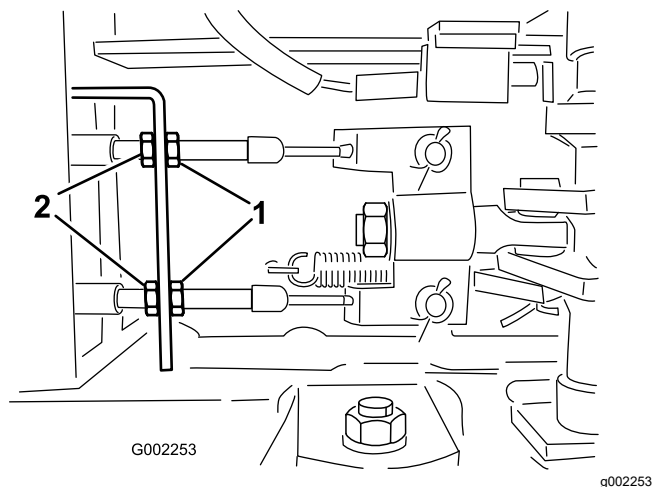

図 105
5. ブレーキケーブルの車両前端側にある前ジャムナットをゆるめる (図 105)。
6. 後ナットを均等に締めて、ブレーキペダルの遊びを10-20 mm に調整する 図 105。